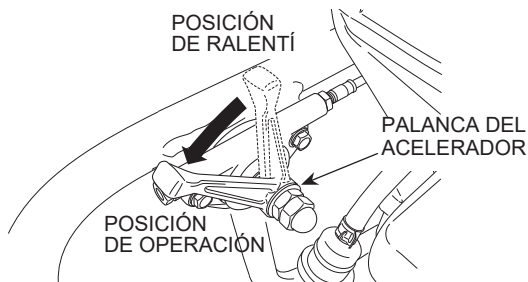

Figura 12. Palanca del acelerador (posición de operación)
1. Para arrancar la acción de la apisonadora, mueva la palanca del acelerador (Figura 12) **rápidamente** de la posición de ralentí a la posición de operación. El apisonador iniciará un movimiento de subida y bajada. **NO** mueva lentamente la palanca del acelerador, ya que esto puede causar daños en el embrague o el resorte.